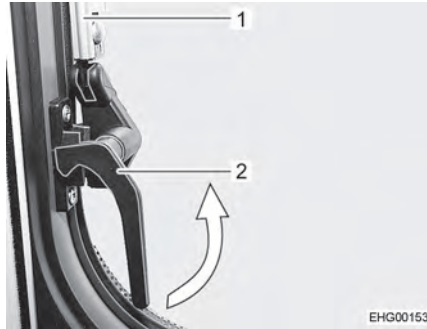

Bild 36 Låsarm, i sidan (i läget "stängd")
- Sväng låsarmarna i sidorna (Bild 36,2) ett kvarts varv mot fönstrets mitt.
- Öppna det överkantshängda fönstret till önskat läge. Automatik-spärren (Bild 36,1) hakar fast automatiskt.